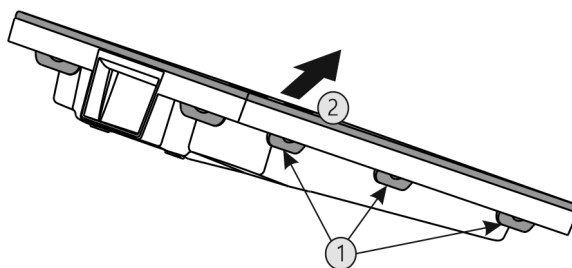

Fig. 32
- ▶ Alle Laschen Fig. 32 (1) nacheinander drücken und die Abdeckung Fig. 32 (2) entnehmen.